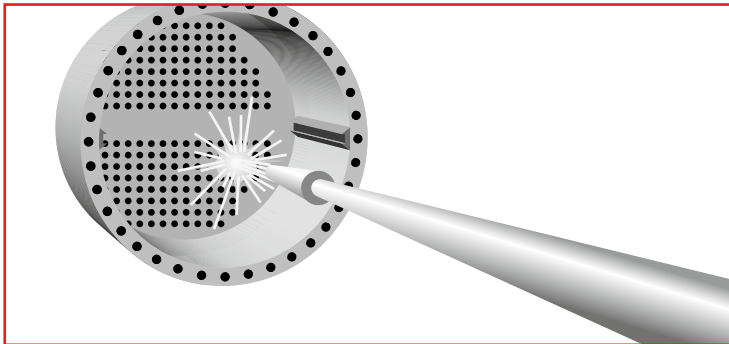

Figura 33. Lije con chorro de arena la coraza de tubos una vez que se hayan instalado los tapones.
**2. Preparación de la superficie.** Una vez que los tapones son instalados, lije con chorro de arena la cara entera de la placa. Después del lijado, elimine el escombros de la placa usando aire limpio. Desengrase minuciosamente con ODC-Free Cleaner & Degreaser de LOCTITE. Para mejores resultados limpie con vapor la superficie de aplicación después del lijado y desengrasado. Prepare la placa de baffles, las cubiertas así como la coraza de tubos. (Vea la figura 33)